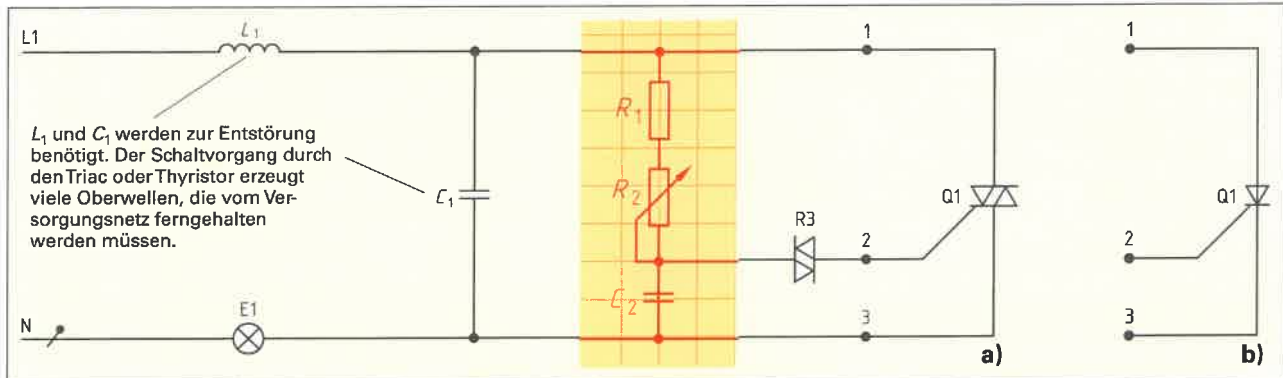
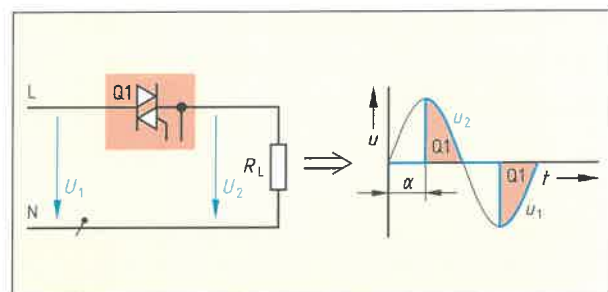

Bild 2: Phasenanschnittsteuerung mit Triac und Thyristor
Bild 3: Phasenanschnittsteuerung mit Triac
1. Ergänzen Sie die Prinzip-Schaltung (Bild 2) einer Phasenanschnittsteuerung mit einem a) Triac und b) Thyristor.
2. Vervollständigen Sie die Erklärung zur Erzeugung der Zündimpulse für den Triac Q1 in Bild 2 a.
3. Welche Angabe erfolgt a) durch den Zündwinkel  $\alpha$  bei der Phasenanschnittsteuerung in Bild 3 und b) wie wirkt sich eine Verkleinerung des Zündwinkels auf den Energiefluss zum Verbraucher aus?
4. Wie wird bei der Phasenanschnittsteuerung (Bild 2) der Zündwinkel (Bild 3) und somit der Energiefluss zum Verbraucher eingestellt? Ergänzen Sie die Wirkungskette.